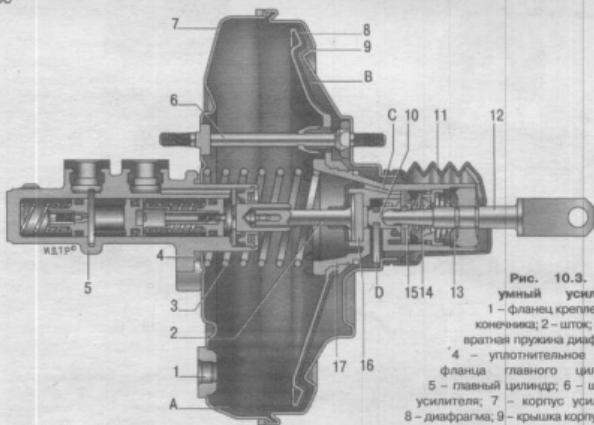

Рис. 10.3. Вакуумный усилитель:
**Вакуумный усилитель** (рис. 10.3) диафрагменного типа работает по принципу перепада давления в вакуумной и атмосферной камерах, вследствие чего создается дополнительное усилие на поршень главного тормозного цилиндра при нажатии на педаль тормоза. Вакуумная камера соединена с ресивером системы питания двигателя через шланг